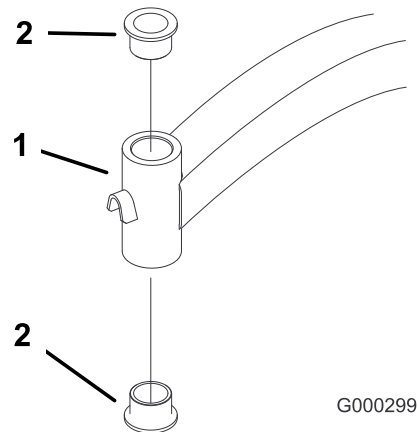

Figura 38
5. Introduzca un punzón botador en el tubo de montaje y con sumo cuidado retire los casquillos (Figura 38). Limpie el interior del tubo de montaje.